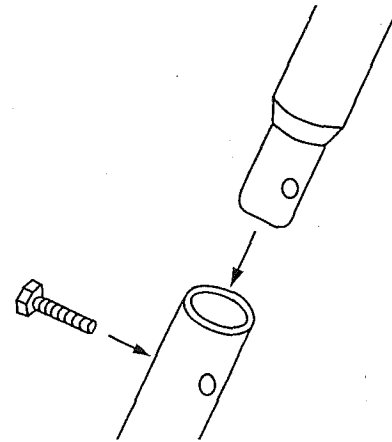

FIG.1
1. Desenrosque el tornillo que se encuentra a ambos lados del mango. (Fig.1)